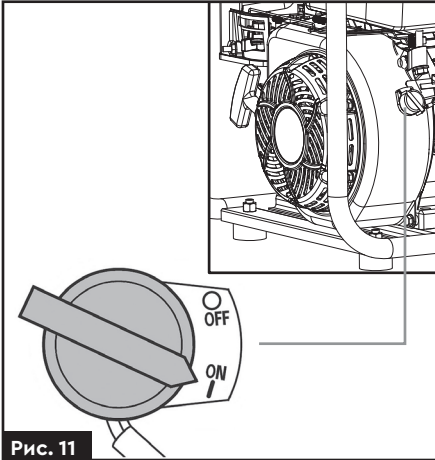

Рис. 11
1. Переведіть перемикач запалювання (рис. 11) у положення «ВВІМК» (ON).